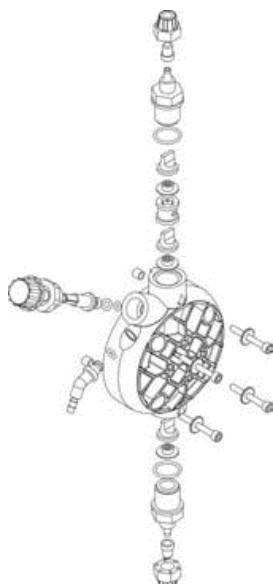

Fig. 10
3. *Elimine todo el líquido presente en el cuerpo de la bomba, desmontado y volviendo a montar el cuerpo de la bomba con los cuatro tornillos de sujeción (Fig. 10).*
3. Elimine todo el líquido presente en el cuerpo de la bomba, desmontado y volviendo a montar el cuerpo de la bomba con los cuatro tornillos de sujeción (Fig. 10).
2. Revise el funcionamiento de la bomba al menos cada 6 meses, así como la posición de los tornillos y de las juntas de impermeabilización. El control debe ser efectuado con más frecuencia en líquidos agresivos, prestando especial atención en la concentración de aditivo en la instalación. Su reducción podría ser debida al desgaste de las válvulas (en tal caso se deben sustituir siguiendo los pasos de la Fig.10) o al atasco del filtro, que se debe limpiar como se indica en el punto 3.
También se puede efectuar esta operación de la forma siguiente: una vez la bomba está desconectada de la instalación, sujetela boca abajo por unos pocos segundos (15-30) sin que los tubos estén conectados a los empalmes. Si resulta imposible, desmontar y volver a montar el cuerpo de la bomba (Fig.10) utilizando los cuatro tornillos de fijación.